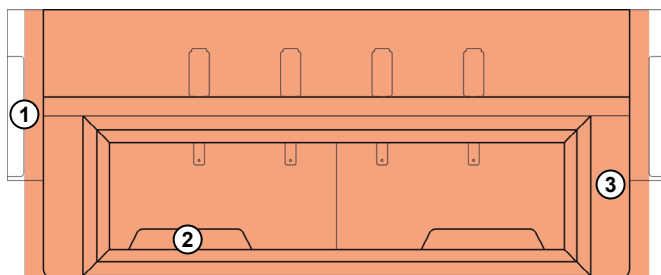
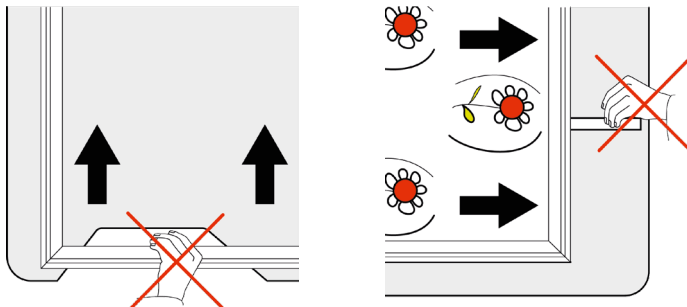

Figure 10: Zone de travail du pantographe
Figure 11: Endroits à risque d'écrasement sur le cadre du pantographe
- Attention! - Vitesse de déplacement élevée du pantographe ! Ne pas s'appuyer sur ou contre le plateau de table ou dans les encoches du plateau dans la zone de travail du pantographe (Figure 10) ! Les mouvements rapides du pantographe risquent de causer des contusions, des meurtrissures et des blessures par cisaillement en cas de contact ! Voir (Figure 11).
Ne mettez pas les doigts sur les côtés intérieurs des montants (1), dans les encoches prévues dans le plateau de table (2) ou dans les fentes de guidage du pantographe (3) ; vous risqueriez de vous blesser. Voir également (Figure 11).